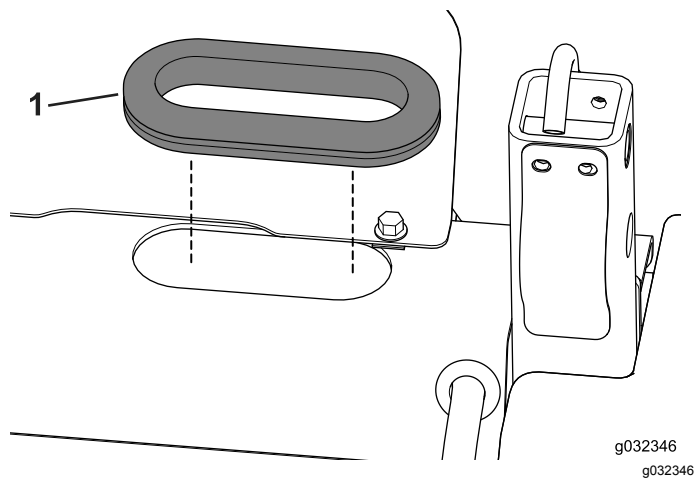

Figura 16
3. Instale el anillo de goma en el orificio (Figura 16).